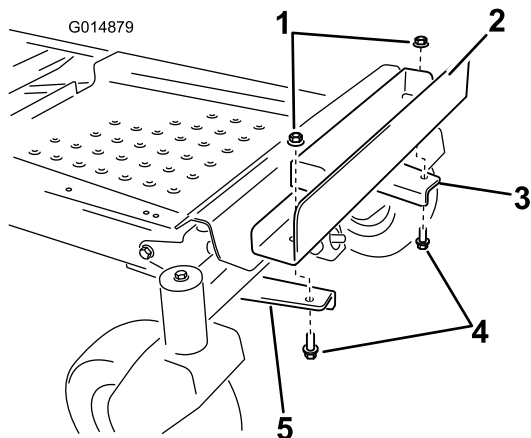

Figura 8
6. Instale el soporte de peso en los soportes de montaje alineando los taladros exteriores de la bandeja con los soportes de montaje instalados anteriormente (Figura 8).
7. Sujete el soporte de peso con 2 pernos (3/8" x 1") y 2 contratuercas (3/8") (Figura 8).